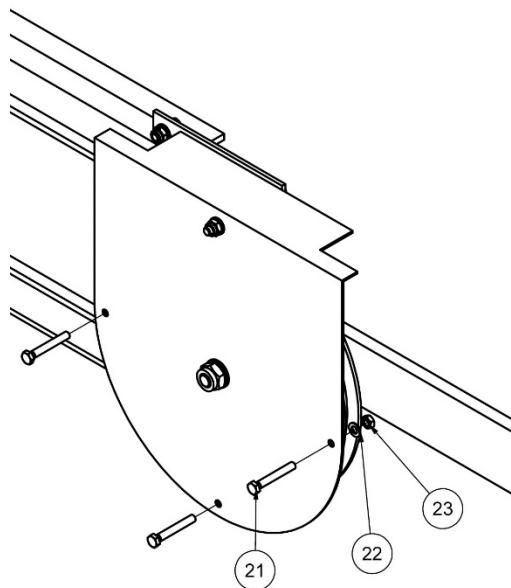

Abbildung 7
Die Seilsicherung besteht aus zwei in der Abdeckung eingebrachten Schrauben DIN 933 M5x35 (21). Sie wird mittels 3 Unterlegscheiben DIN 125 M5 (22) und 3 Muttern DIN 934 M5 (23) fixiert. *Abbildung 7*